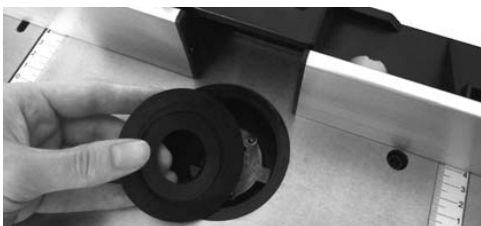

Fig. 15 : Gereedschapshouder installeren en terugplaatsen
2. Verwijder de ringen van de tafel (Afbeelding 15).